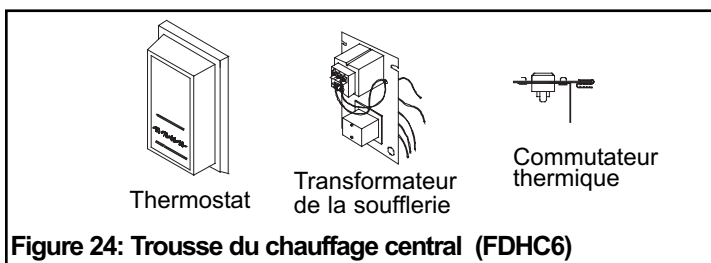

Figure 24: Trousse du chauffage central (FDHC6)
3. Repliez les 4 pattes du hauts du registre de refoulement (voir Figure 24).